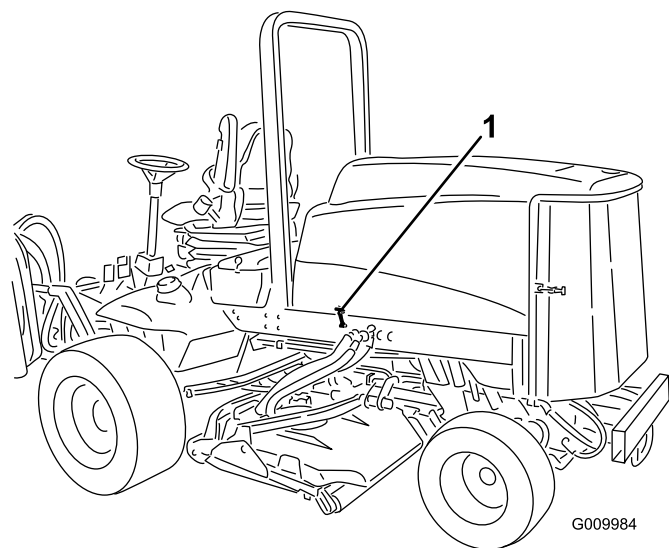

Figura 3
1. Sganciate il fermaglio del cofano dalla staffa (Figura 3).